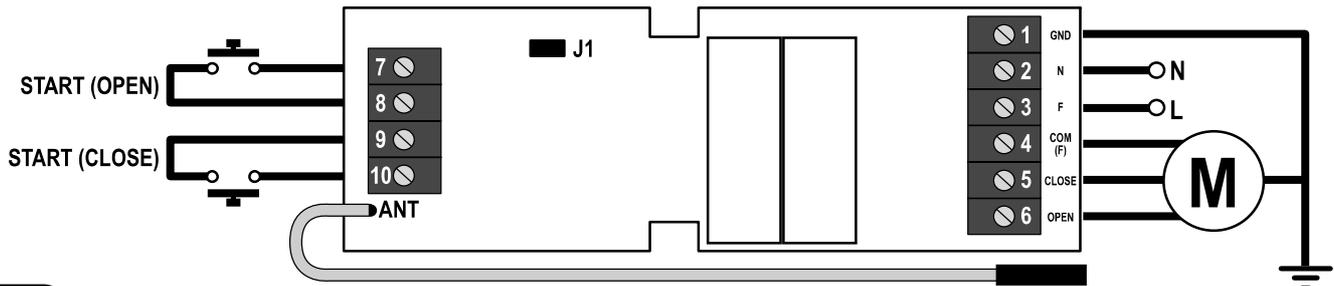

Fig.1
Die Steuerung wird für den Betrieb mit 2 Tasten eingestellt (Abb.1)
1. Tasten wie in Abbildung 1 aufgeführt anschließen
2. 2 Tasten N.A. wie in Abbildung 1 anschließen